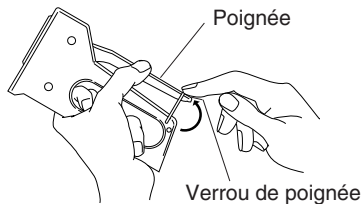

Figure 3
3. Tout en maintenant la poignée vers le bas, faites glisser le verrou sur la poignée (voir la Figure 3, page 3).